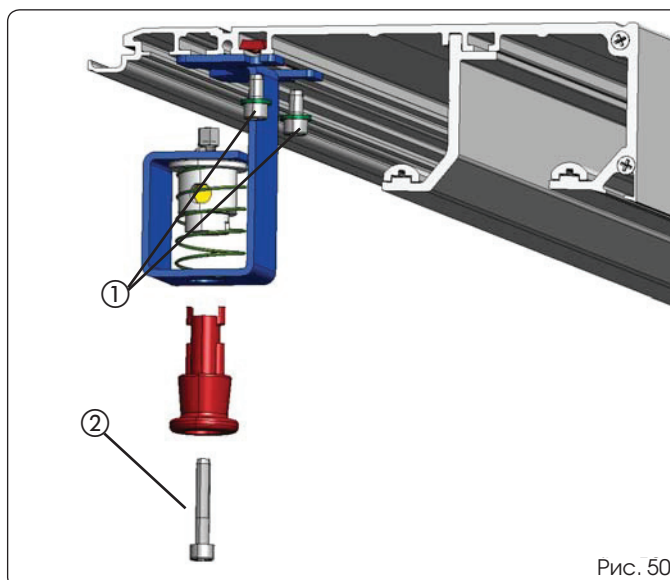

Рис. 50
- Установите ручку на боковой кронштейн, как показано на рис. 50, вставив две пластины в профиль (рис. 50, поз. 1).
**При наличии ручки аварийного открывания демонтируйте ее, открутив винт, указанный на рис. 50, поз. 2, чтобы открыть навес.**